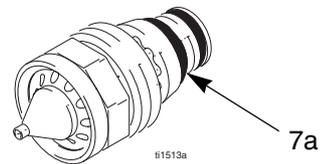

Abb. 10. Leitfähiger O-Ring der Düse
5. Der Metallkontakt (C) im Pistolengehäuse, der Düsenkontaktring (7a, Abb. 10) und der Elektrodendraht (E) müssen sauber und unbeschädigt sein.